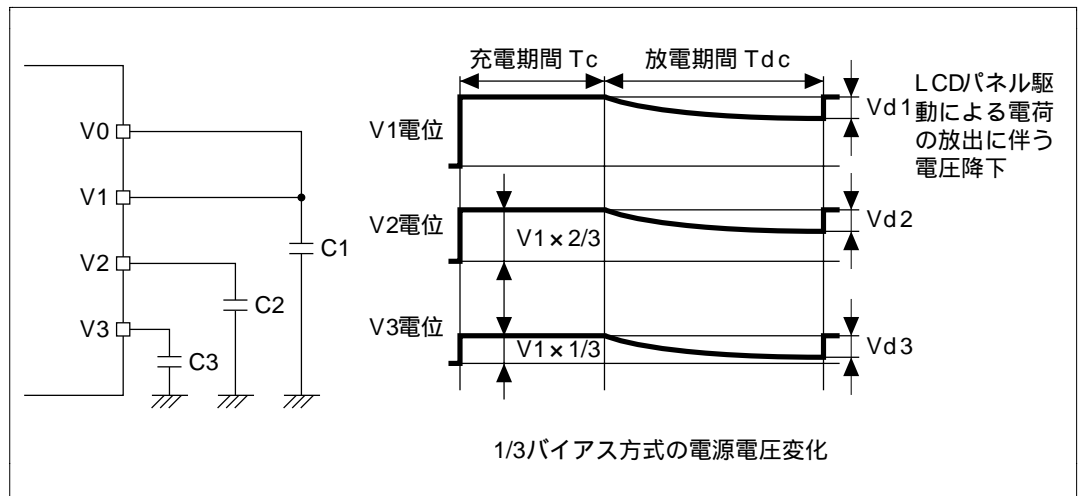

図 13.14 低消費電力LCD駆動方式動作例
1. 図 13.14 に示すように、LCD 電源端子の V_1 、 V_2 、 V_3 にコンデンサを外付回路として接続します。
2. V_1 、 V_2 、 V_3 に接続されたコンデンサは図 13.14 に示すような周期で充電と放電を繰り返し、電位を保持します。
1. 図中の充電期間 T_c の間、 V_1 、 V_2 、 V_3 端子には図 13.14 に示すような電位 (V_2 は V_1 の 3 分の 2、 V_3 は V_1 の 3 分の 1 の電位) が内蔵分割抵抗により分圧され、外付コンデンサの C_1 、 C_2 、 C_3 を充電します。この期間も LCD パネルは駆動されています。
4. このようにして V_1 、 V_2 、 V_3 に接続されたコンデンサは図 13.14 に示すような周期で充電と放電を繰り返し、電位を保持しながら LCD パネルを駆動続けます。